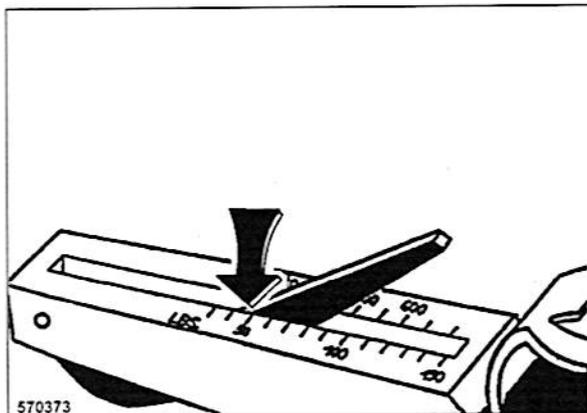

Fig. 162
- Leer la tensión de la correa trapezoidal en el punto de intersección de la arista superior del brazo de indicación con la escala de medición (Fig. 162).